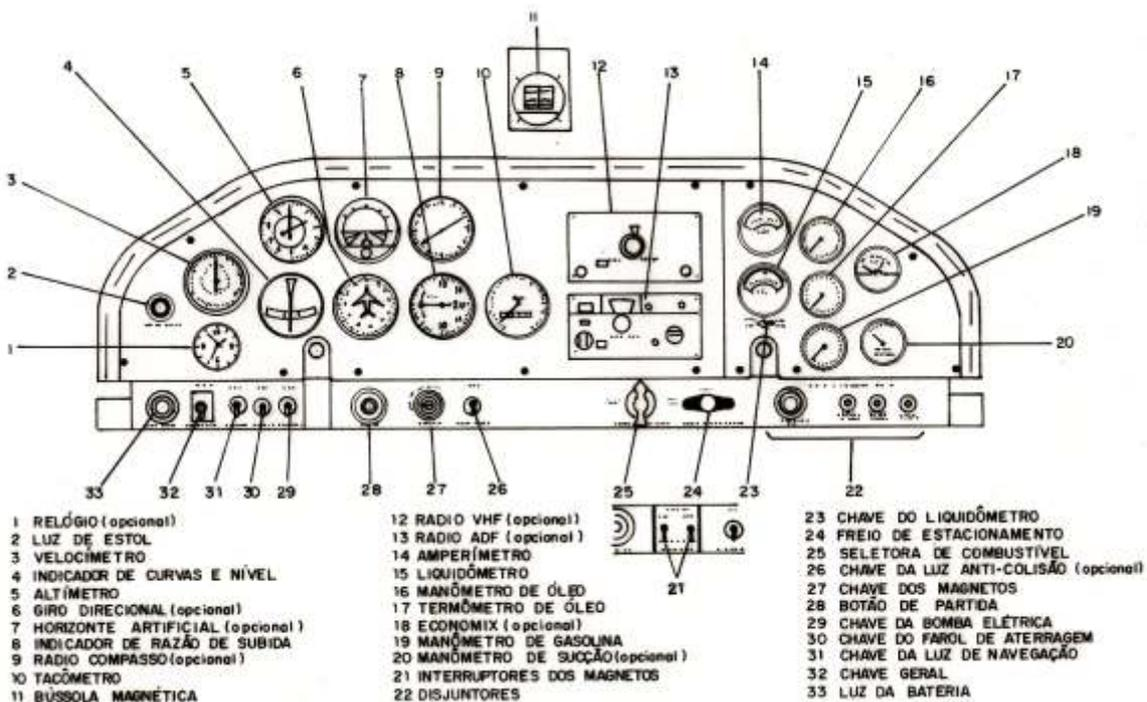

FIG. 2
Existem dois interruptores para os magnetos localizados na parte esquerda do painel auxiliar (Fig. 2 nº 21).
Possuem duas posições: “LIGADOS” e “DESLIGADOS”. O interruptor esquerdo liga o magneto esquerdo quando na posição “LIGADOS”, desligando-o quando na posição “DESLIGADOS”. O mesmo ocorre em relação ao magneto direito., acionando-se o interruptor direito. ( em vôo ambos os magnetos devem permanecer ligados). A posição “DESLIGADOS” serve para a verificação no solo, do funcionamento do motor em um único magneto (esquerdo e direito). Ambos os interruptores são protegidos por uma guarda de alumínio. Existe também o sistema de chave de 4 posições (Fig. 2 nº 27).
Localiza-se (Fig. 2 nº 28) a esquerda do painel auxiliar. Calçando-o a bateria fornece corrente para um solenóide que se fecha, acionando o motor de partida, basta solta-lo e o motor de partida estará desligado. Aloja-se em uma depressão, para evitar um acionamento inadvertido.
De acionamento mecânico. Localiza-se na (Fig. 2 nº 10) ao centro do painel de instrumentos.
Indica a temperatura do óleo do motor em Graus Farenheit. Localiza-se (Fig. 2 n° 17) à direita do painel de instrumentos.
Indica a pressão do óleo do motor em libras por polegadas quadrada. Localiza-se (Fig.2 n° 16) à direita no painel de instrumentos.
Indica a pressão do combustível em libras por polegadas quadrada. Localiza-se (Fig. 2 n° 19) à direita no painel de instrumentos.
Indica a velocidade do avião em m.p.h e Knots. Localiza-se (Fig. 2 n° 3) a esquerda no painel de instrumentos. É conectado ao tubo de pitot e aos orifícios de pressão estática.
Indica a altitude em pés, localiza-se (Fig. 2 n° 5) a esquerda no painel de instrumentos, é conectado aos orifícios de pressão estática.
Indica a velocidade de subida em f.p.m. Localiza-se (Fig. 2 n° 8) a esquerda do painel de instrumentos. É conectado aos orifícios de pressão estática.
Indica a pressão do sistema de vácuo em polegadas de mercúrio. Localiza-se (Fig. 2 n° 20) a direita no painel de instrumentos
Filtra o ar da cabine enviando-o ao sistema de vácuo. Localiza-se (Fig. 2 n° 21) a direita do painel de instrumentos.
Indica a situação do eixo da fuselagem em relação ao horizonte. Localiza-se (Fig. 2 n° 7) à esquerda no painel de instrumentos. É conectado a bomba de vácuo acionada pelo motor
Indica a direção do eixo da fuselagem em relação aos meridianos terrestres. Localiza-se (Fig. 2 n° 8) a esquerda do painel de instrumentos. É conectado a bomba de vácuo acionada pelo motor.
Indica a direção do avião em relação ao norte magnético. Localiza-se (Fig. 2 n° 11) sobre o painel de instrumentos.
Rotativa, comando manual, 3 posições (direito – fechado – esquerdo); seleciona do tanque a ser usado. Funcionamento auto-explicativo. Localiza-se (Fig. 2 n° 25) à direita do painel de instrumentos acessível de ambos os assentos.
Localiza-se (Fig.2 n° 15) à direita no painel de instrumentos. O liquidômetro indica 1,2,3 e 4 quarto da capacidade do tanque selecionado pela chave seletora (23).
Localiza-se (Fig. 2 n° 23) à direita do painel de instrumentos. Colocando-a na posição “TANQUE DIREITO” indica a quantidade de combustível no tanque direito; na posição esquerda indica a quantidade de combustível no tanque esquerdo.
Localiza-se (Fig. 2 n° 32) à esquerda no painel auxiliar de instrumentos. Posição “DESLIGADA” isola o alternador e a bateria do sistema elétrico do avião. Posição “LIGA”: alternador alimenta todo o sistema: alternador inoperante e chave geral na posição “LIGA” a bateria fornecerá corrente ao sistema.
Massa do sistema: a própria estrutura do avião: todo o circuito elétrico é protegido por disjuntores térmicos, através dos quais a corrente elétrica é distribuída ao sistema. Localiza-se (Fig. 2 n° 22) à direita no painel auxiliar de instrumentos. São identificados por legendas individuais colocados sobre cada um. Na ocorrência de sobrecarga em determinado circuito, a elevação de temperatura fará os disjuntores desligá-lo. Calçando-o novamente, restabelecerá o fornecimento de energia.
Localiza-se (Fig. 2 n° 14) à direita no painel de instrumentos. Indicações no lado positivo (à direita) alternador funcionando. Indicação do lado negativo (à esquerda): Alternador inoperante.
Localiza-se (Fig. 2 n° 33) à esquerda no painel auxiliar de instrumentos: Luz verde: Sistema elétrico sendo alimentado pela bateria ou alternador.